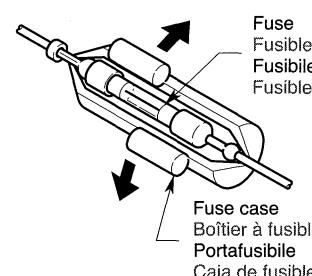

Figure 10 / Figure 10 / Figura 10 / Figura 10
- 4. To replace the fuse, open the lock on the main unit side, remove the old fuse and insert the new one. (Figure 10)
- 4. Pour remplacer le fusible, ouvrir le loquet sur le côté de l'appareil pilote, retirer l'ancien fusible et insérer le fusible neuf. (Figure 10)